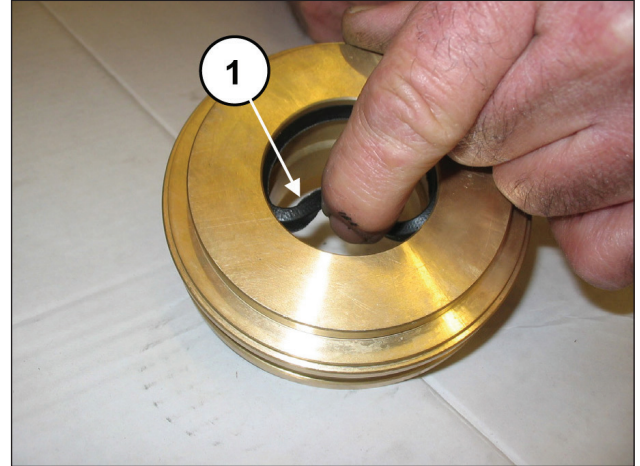

Fig. 134
Placer le joint basse pression dans le support des joints (rep. ①, Fig. 134) en prenant garde au sens de montage de la lèvre d'étanchéité qui doit être orientée vers l'avant (vers la tête hydraulique).